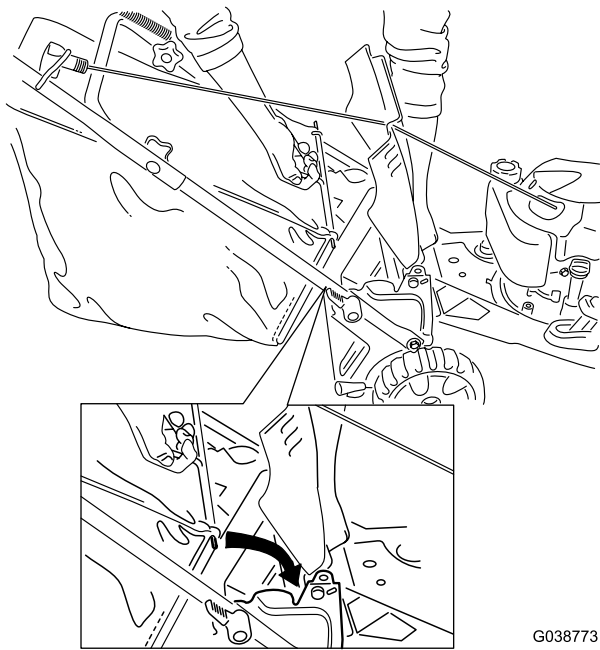

Bild 21
2. Halten Sie das Heckablenkblech hoch, setzen Sie den Fangkorb in die Kerben ein und senken das Heckablenkblech ab (Bild 21).